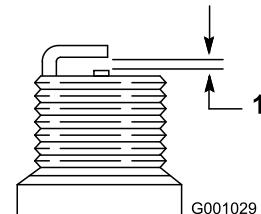

Figura 29
4. Regolate la distanza tra gli elettrodi della candela a 0,76 mm (Figura 29).